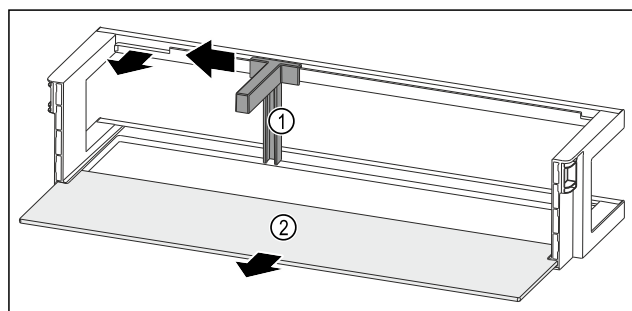

Fig. 120 Dörrfack med flaskhållare och hylla
- Skjut flaskhållaren Fig. 120 (1) åt sidan ända till ursparingen.
- Ta ut flaskhållaren Fig. 120 (1).
- Ta ut dörrfacket Fig. 120 (2).